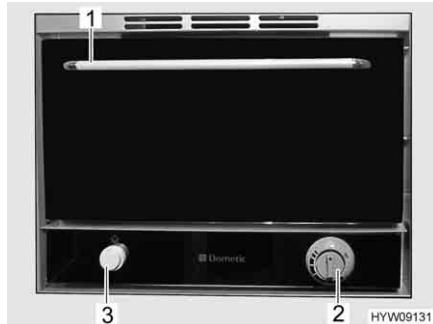

Fig. 105 Forno a gas
- Premere il tasto per l'illuminazione (Fig. 105,3). L'illuminazione interna resta accesa finché rimane premuto il tasto.
- Aprire completamente lo sportello del forno mediante la maniglia (Fig. 105,1).
- Premere, tenere premuto e ruotare in senso antiorario il pomello girevole (Fig. 105,2) fino a portarlo sull'impostazione desiderata. Tenere premuto il pomello girevole (Fig. 105,2) per altri 5 a 10 secondi. L'accensione avviene automaticamente.
- Rilasciare il pomello girevole (Fig. 105,2).
- Premere, tenere premuto e ruotare in senso orario il pomello girevole (Fig. 105,2). Tenere premuto il pomello girevole (Fig. 105,2) per altri 5 a 10 secondi. L'accensione avviene automaticamente.
- Ruotare il pomello girevole (Fig. 105,2) su "O". La fiamma si spegne.